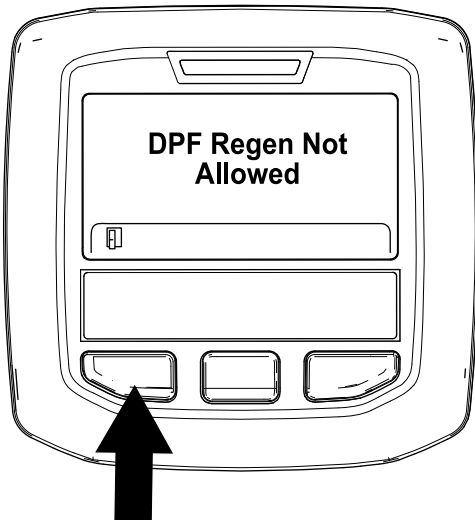

Figure 41
- Si le processus de régénération n'est pas autorisé par le calculateur moteur, le message "DPF Regen Not Allowed" (Régénération du FAP non autorisée) s'affiche sur l'InfoCenter (Figure 41). Appuyez sur le bouton gauche pour revenir à l'écran d'accueil.